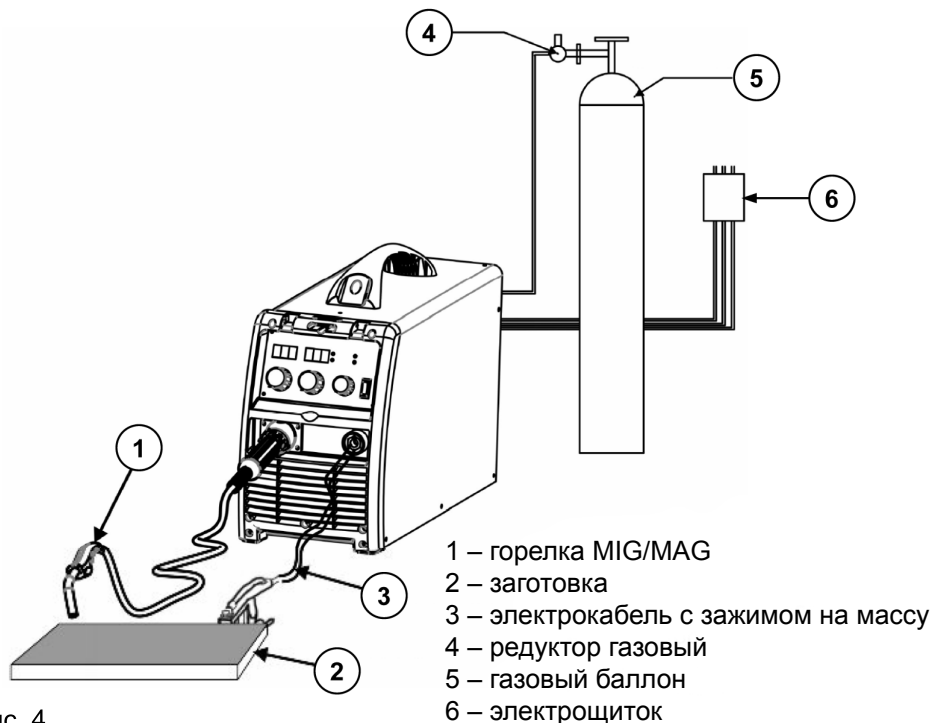

Рис. 4
1. Вставьте разъем горелки в разъем на панели сварочного аппарата и зафиксируйте его (рис. 4).
2. Подключите кабель с зажимом массы к разъему аппарата и зафиксируйте зажим массы к заготовке (рис. 4).